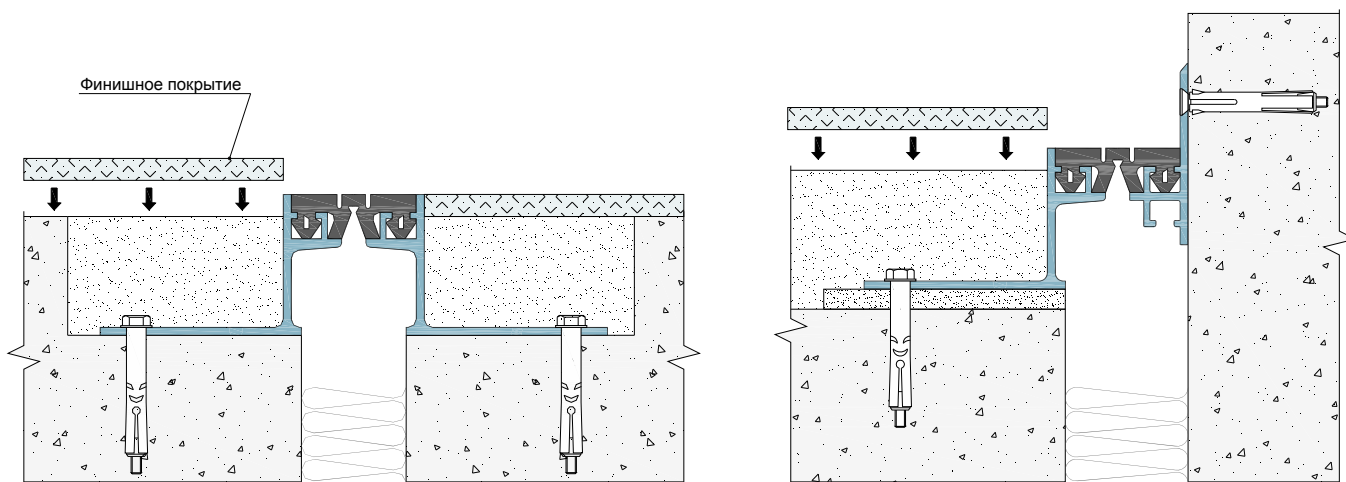

Рисунок 8 Установка финишного покрытия.
⑦ Установите финишное покрытие (Рисунок 8).